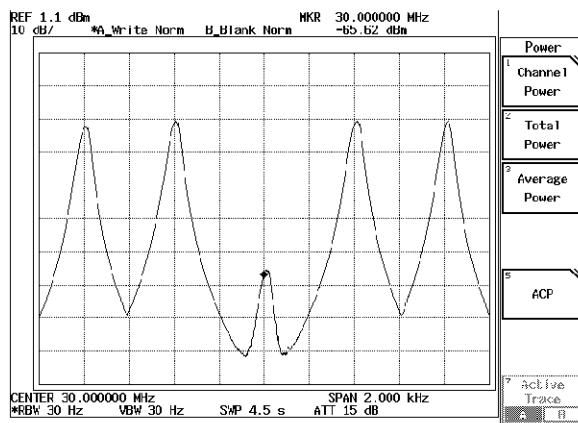

図 6-2 FM 変調波の Deviation 調整
5. 図 6-2 のように、R3267 シリーズの  $30\text{MHz}$  のマーカレベルの読み値が最も小さくなる信号源のデビエーションに設定にします。